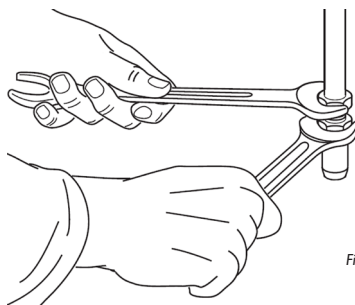

Fig. 2.3
Le groupe de raccordement (fig. 2.3) se compose de :
- utilisez deux clés pour sécuriser les raccords (fig. 2.3).
- utilisez deux clés pour sécuriser le tuyau rigide ou flexible (fig. 2.3).